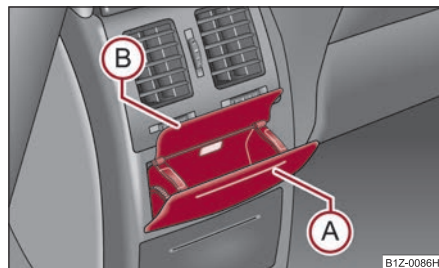

Fig. 113 Consola centrală superioară: Scrumiera spate
- Apăsați pe partea superioară a capacului scrumierei în zona **(A)** ⇒ fig. 113.